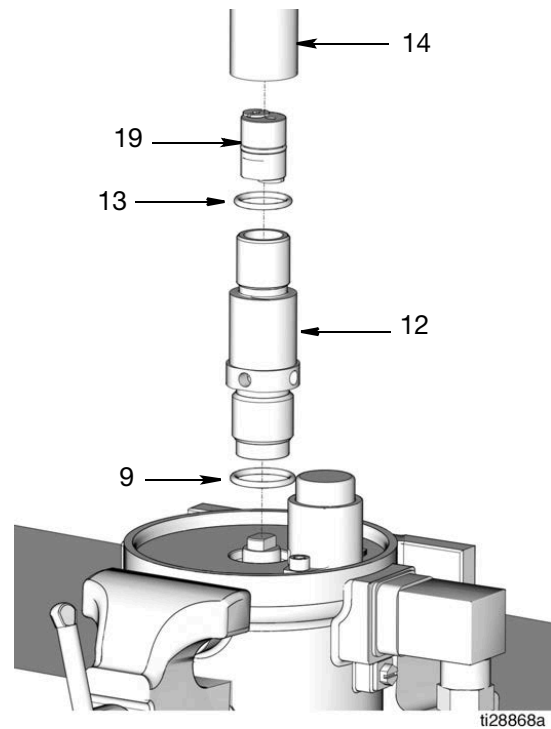

**ABB. 16**
**12. Auslassrohr-O-Ring (13) und Pumpenzylinder-O-Ring (9)**
Die Mutter (3a) [an der Unterseite des Pumpenzylinders (12)] mit einem Schraubenschlüssel sicher an ihrem Platz halten. Einen zweiten Schraubenschlüssel an den Schlüssel­flächen des Auslassrohrs (14) ansetzen. Das Auslassrohr im Gegenuhrzeigersinn drehen, um es zu lösen und vom Pumpenzylinder (12) zu entfernen (ABB. 16).